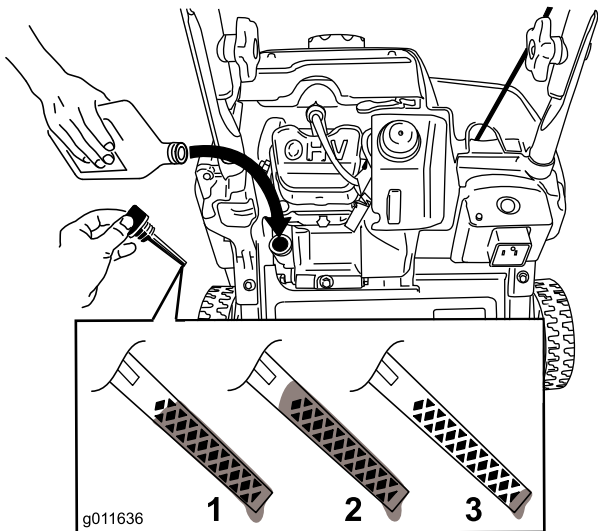

Figure 8
2. Nettoyez la surface autour du bouchon de remplissage (Figure 8).
Remarque: Pour déterminer le niveau d'huile correct indiqué par la jauge, voir (Figure 8).
Remarque: Versez de l'huile dans le carter moteur jusqu'à ce que la jauge indique le niveau correct, comme illustré à la Figure 8. Si vous remplissez excessivement